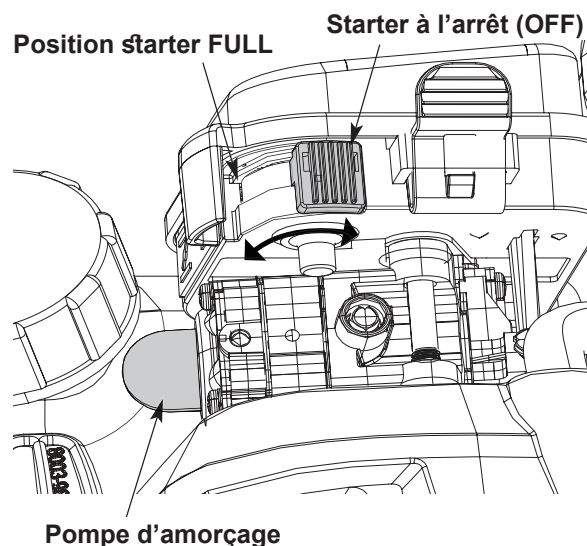

Fig. 6
3. 10. Appuyez lentement sur la pompe d'amorçage et relâchez-la 6 fois (fig. 6).
4. Mettez le levier du starter en position FULL (fig. 6).